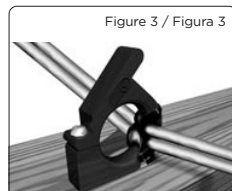

Figure 3 / Figura 3
**To secure cable:** Use a Tie Wrap to encircle the member in order to tighten it onto the hoop as shown in figure 3.
**Pour fixer le câble:** Utilisez une attache pour enrouler autour de l'élément et serrez-le à l'anneau comme indiqué sur la figure 3.